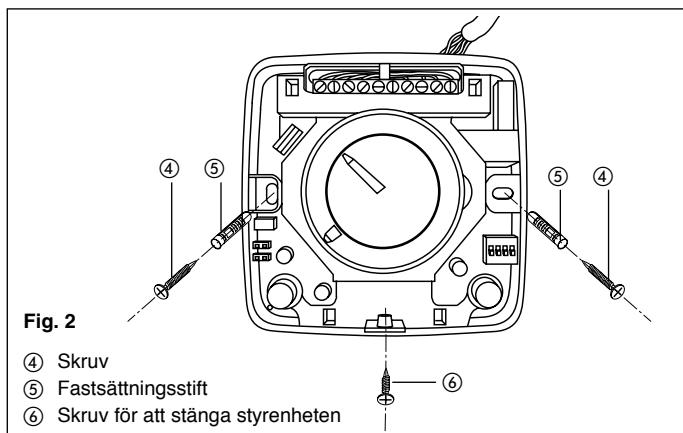
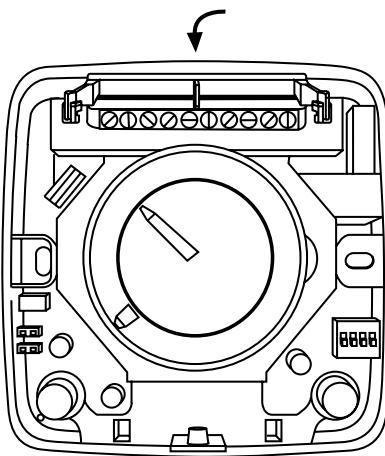

Fig. 2
Fig. 4
- Avlägsna styrenhetens lock genom att skruva loss den skruv som finns i den nedre delen (Fig. 2). Sätt fast styrenheten mot väggen, markera borrhål (om så behövs).
- Efter att anslutningarna har utförts till kopplingsplinten, sätt tillbaka hållaren för kabelskyddet enligt figuren (Fig. 4).
- Montera fast styrenheten på väggen med därtill avsedda pluggar (5).
- Stäng styrenheten med dess lock. Skruva åt locket med skruven som har tagits bort tidigare (Fig. 2).